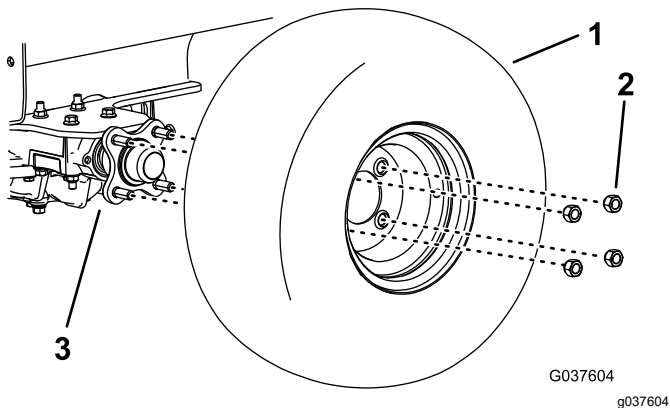

Figura 8
3. Retire el neumático derecho (Figura 8).
13. Instale el neumático derecho, apriete las tuercas de las ruedas a 115–142 N·m, y baje la máquina (Figura 8).